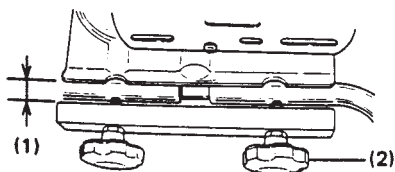

Fig. 1
- 1) Allentare i 4 pulsanti dell'impugnatura per un pollice di larghezza per piegare le due impugnature. Un allentamento eccessivo può causare lo stacco dei pulsanti. (Fig. 1)